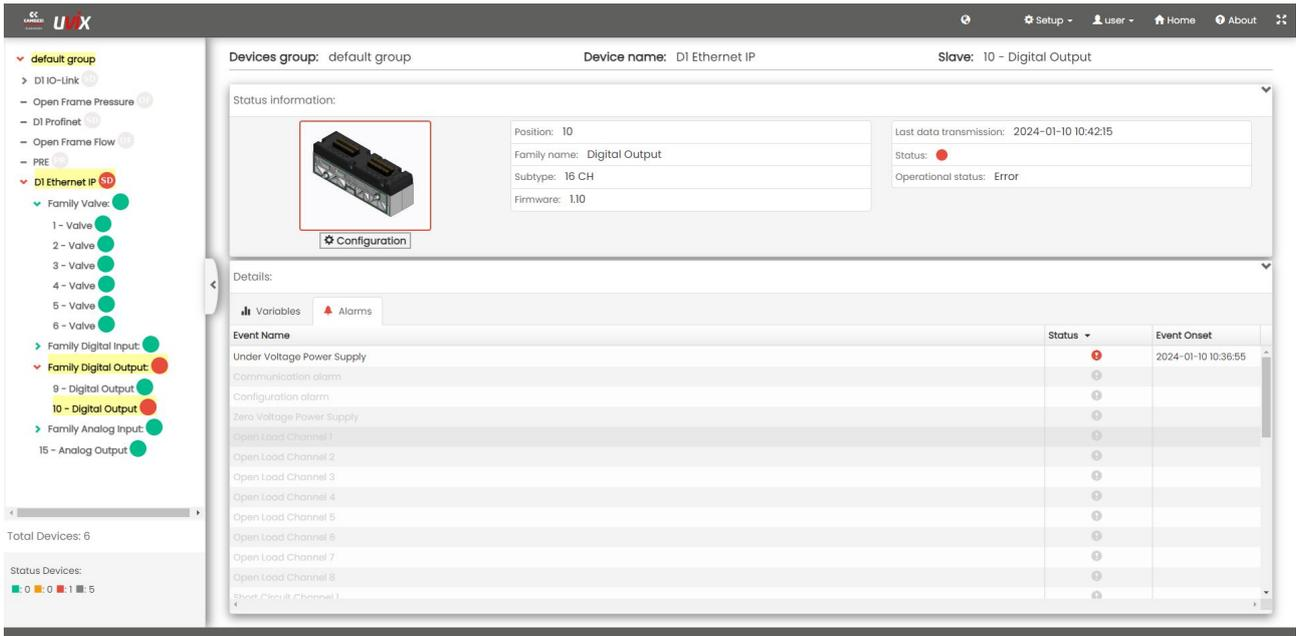

Figura 6.37: Finestra Alarms
- Alarm: Visualizza gli errori e allarmi attivi (Figura 6.37).